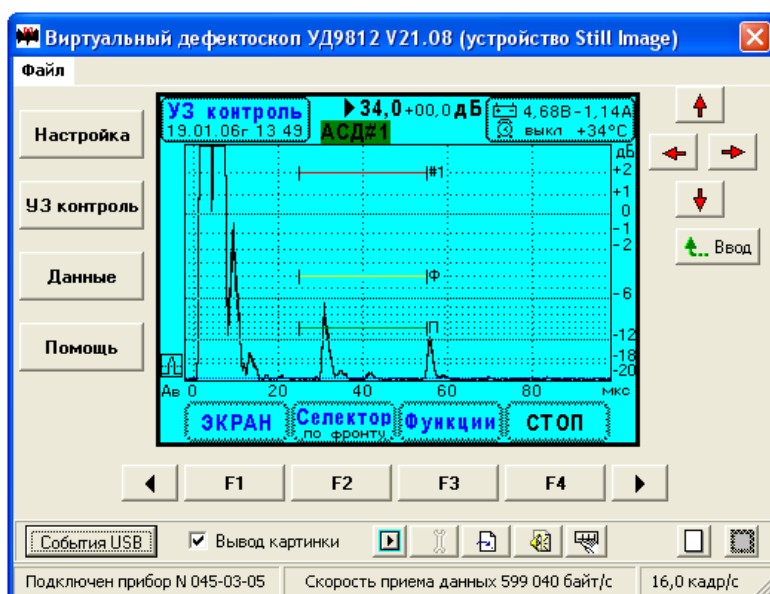

Рис.10.6.17.1. Отображение экрана дефектоскопа на мониторе ЭВМ.
- 4. Проверка связи прибора с ЭВМ.** Соедините прибор с персональным компьютером с помощью кабеля USB. Включите прибор. Включите компьютер. После загрузки компьютера запустите программу чтения экрана дефектоскопа UD9812_USB_Scan_DX.exe, которая поставляется в комплекте с прибором. Если необходимо установите драйвер USB. Следуйте рекомендациям по установке программ. При правильной работе программного обеспечения на экран монитора выводится окно Рис.10.6.17.1., в котором отображается содержимое экрана УД9812 в реальном времени. Проверьте правильность передачи информации.